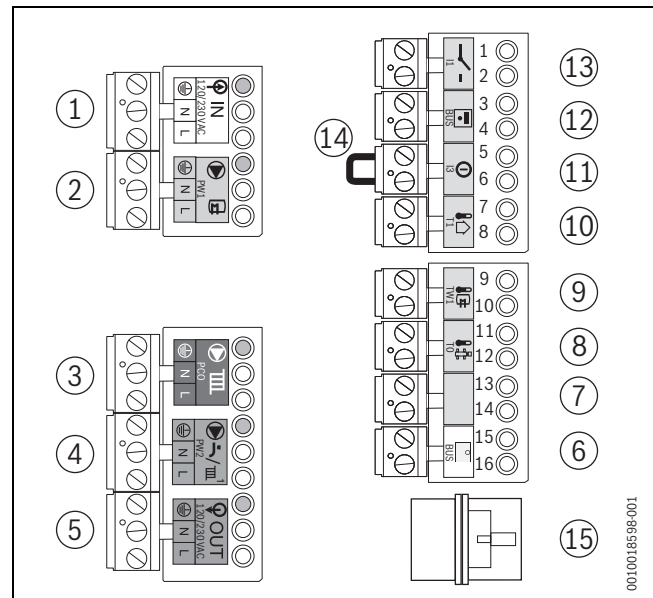

Bild 51 Klemmleisten
- Ein-/Aus-Raumtemperaturregler auf Anschlussklemme ⚡ I1 (→ Bild 51, [13]) anschließen (Zubehör).
- Regler auf Anschlussklemme ⚡ BUS (→ Bild 51, [6]) anschließen. Hierzu ein 2-adriges Stromkabel von 0,4 bis 0,75 mm² verwenden.
- ▶ Brücke (→ Bild 51, [14]) auf Anschlussklemme ① entfernen.
- ▶ Außentemperaturfühler auf Anschlussklemme  **T1** (→ Bild 51, [10]) anschließen.
- ▶ Speichertemperaturfühler auf Anschlussklemme  **TW1** (→ Bild 51, [9]) anschließen.
- ▶ Heizungspumpe an die grüne Anschlussklemme  **PCO** (→ Bild 51, [3]) anschließen.
- ▶ Zirkulationspumpe an die lila Anschlussklemme  **PW2** (→ Bild 51, [4]) anschließen.
- ▶ Speicherladepumpe an die graue Anschlussklemme  **PW1** (→ Bild 51, [2]) anschließen.
- ▶ Externes 3-Wege-Ventil an die graue Anschlussklemme  **PW1** (→ Bild 51, [2]) anschließen.